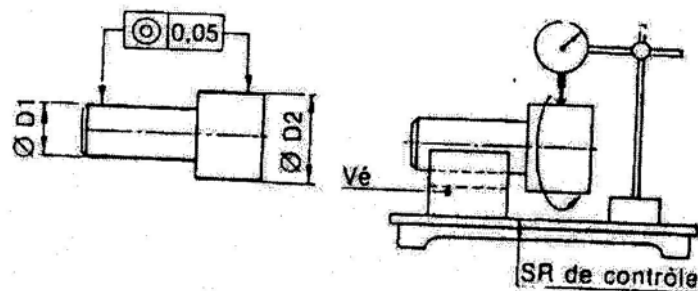

Figure 33
c) **Concentricité** (figure 33)